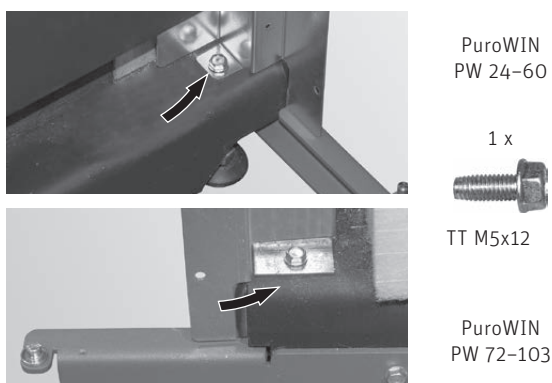
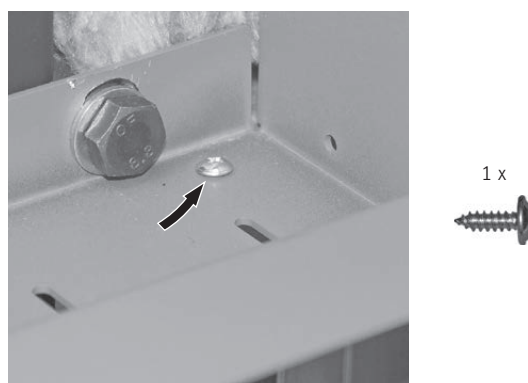

Fig. 46 Avvitare saldamente l'angolare del rivestimento in basso con la vite TT
Fig. 47 Avvitare saldamente l'angolare del rivestimento in alto con la vite autofilettante (solo su PuroWIN PW 24-60)
- ▶ Fissare l'angolare del rivestimento in basso con 1 vite autoformante TT M5x12 (Fig. 46) e in alto con 1 vite autofilettante (solo su PuroWIN PW 24-60, Fig. 47).